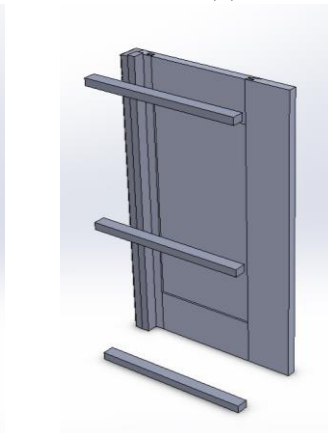

Рис. 39
- монтажные планки закрепить с помощью пластмассовых уголков (Рис. 39)